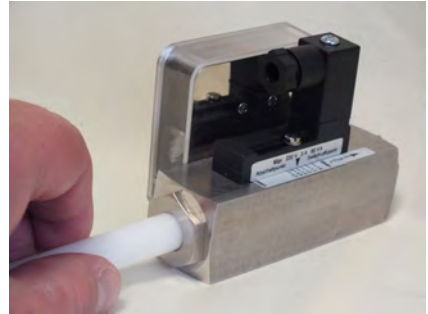

Abb. 55: Gängigkeit prüfen
- 11.** ▶ Prüfen Sie den Schwebekörper durch Druck mit dem Prüfstab (Abb. 55) auf leichte Gängigkeit